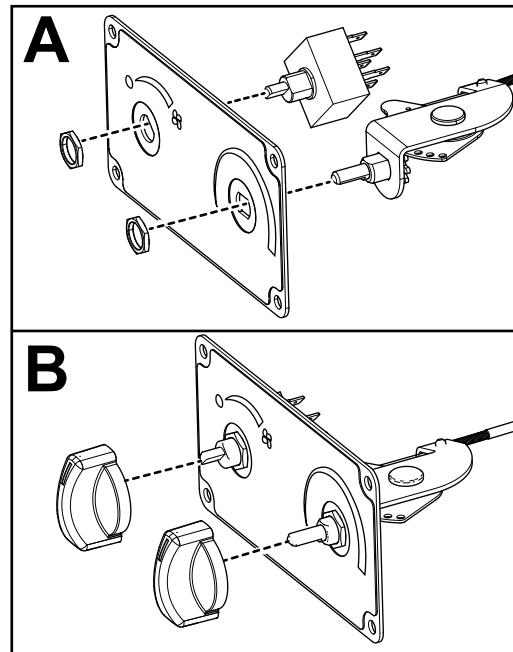

図 5
4. 図5のAのように、制御パネルにスイッチを2つ取り付けるスイッチナット7/16"2個を使用する。
5. それぞれのスイッチにノブを取り付ける図5のB